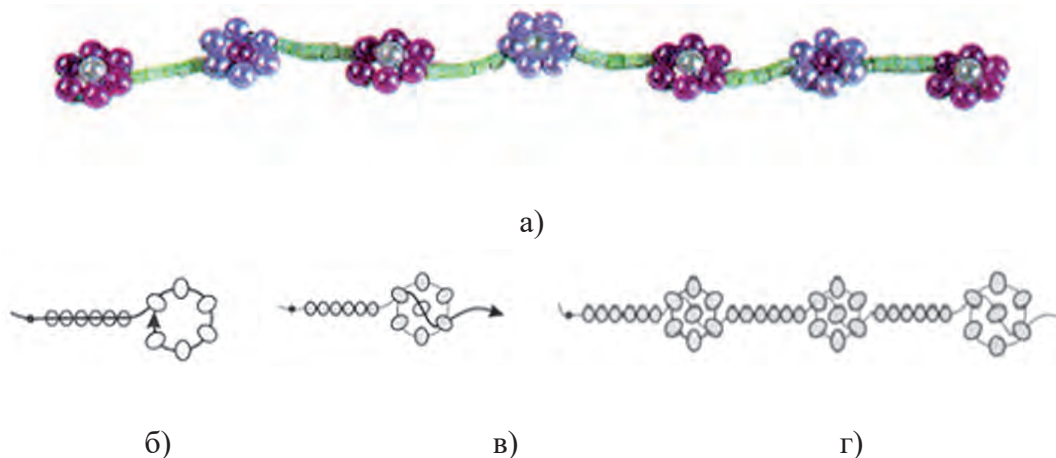

Рис.59. Браслет из бисера с цветочками.
1. Браслет из бисера с цветочками (рис. 59, а). Для изготовления этого браслета понадобится бисер четырех цветов: зеленый, голубой, синий и красный. Отрежьте длинную нить и вставьте ее в иглу. Поместите на нить 6 бисерин зеленого цвета для заполнения нити и 6
бисерин голубого цвета для цветка. Вставьте нить через последнюю бусинку голубого цвета (рис. 59, б).Потяните туго нить и сформируйте кольцо. Добавьте на нитку синюю бисерину и спустите ее вниз, потом протяните иглу через две бусины в третью и вытяните ее (рис. 59, в).После этого снова добавьте на иглолку 6 бисеринок зеленого цвета для заполнения
нити. Следующий цветок будет красного цвета с голубой бусиной в центре. Всегда вытягивайте нить с центральной бусиной в ту же сторону, что и саму петлю для лепестков: так цветок будет смотреться гармоничнее (рис. 59, г). Далее рисунок повторяется сначала и так плетется браслет до необходимой длины. Для добавления застежки вставьте соединительные кольца в крайние бисеринки обоих концов цепи, и прикрепите к ним замочек.